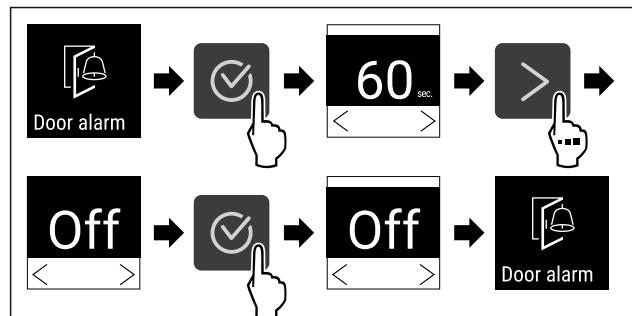

Fig. 97
- Провести етапи операцій (див. Fig. 97) .